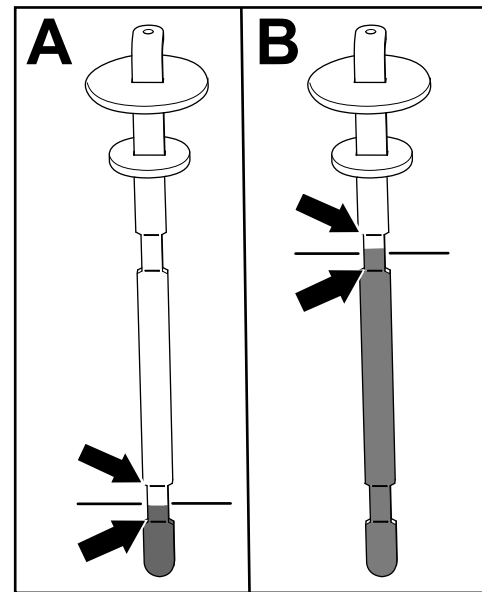

Bild 80
5. Nehmen Sie den Peilstab wieder heraus und prüfen Sie den Ölstand (Bild 80).
- **Bei angebautem Mähwerk:** Der Hydraulikölstand ist korrekt, wenn sich die Flüssigkeit zwischen den beiden Markierungen auf dem Ölpeilstab abzeichnet (A in Bild 80). Liegt der Flüssigkeitsstand über den unteren Markierungen ist dies auch ausreichend.
- **Bei installiertem Hilfshydraulikkit:** Der Hydraulikölstand ist korrekt, wenn sich die Flüssigkeit zwischen den beiden oberen Markierungen auf dem Ölpeilstab abzeichnet (B in Bild 80).